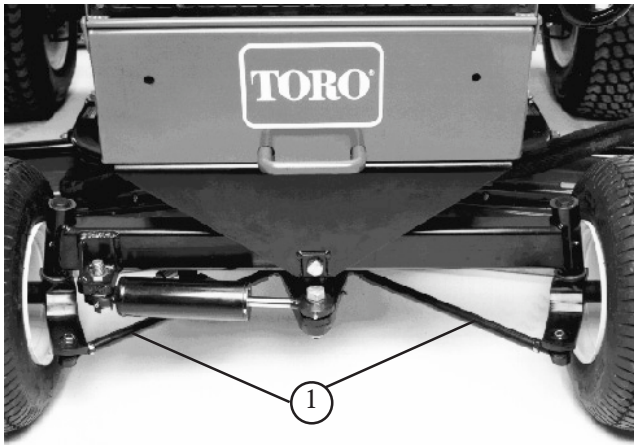

図 69
2. 両方のタイ・ロッドのジャムナットをゆるめる (図69)。左右のタイヤの中央線間距離を測ったときに前での計測が 0~3 mm小さくなるように、2 本のタイ・ロッドを均等に調整する。